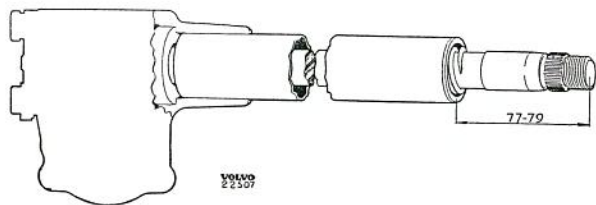

Bild 36. Montering av rattör.
4. Om övre lagrets yttering varit demonterad pressas den i med dorn SVO 4113. Har ratt-röret på styrsnäckan utan klämman varit demonterat pressas det i styrsnäckshuset så långt, att sedan rattörslager och rattaxel monterats skall rattaxeln skjuta 77—79 mm utanför rattöret, se bild 36.